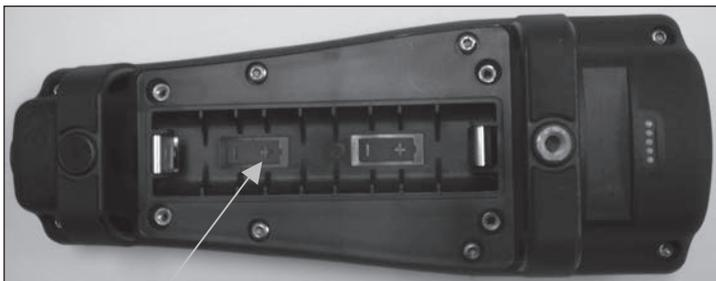

Figura 1. El Pro10 sin la tapa de las pilas. Preste atención a los símbolos que indican la polaridad de las pilas.
4. Instale las pilas nuevas, comprobando la alineación correcta de la polaridad (figura 1).